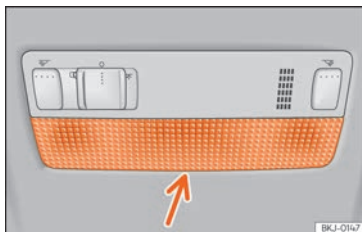

Fig. 64 Luz de lectura delantera.
- Introduzca un destornillador fino por su parte plana entre la carcasa y el cristal »» fig. 64.